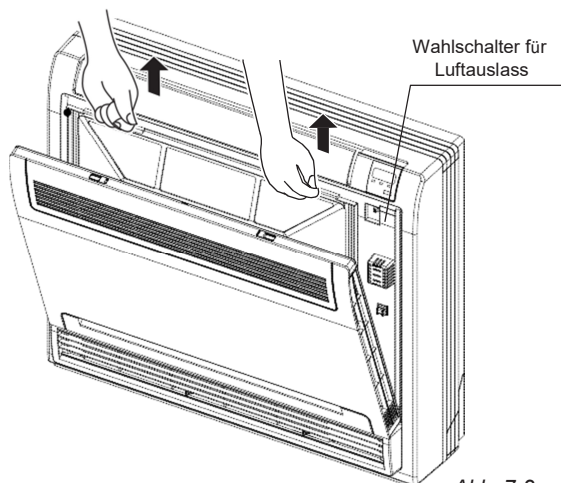

Abb. 7-2
- Nehmen Sie die Einstellung der Luftstromrichtung passend vor. (Sehen Sie bezüglich der Position in Abb. 7-2 nach)
Drücken Sie die Krallen rechts und links am Luftfilter leicht runter und ziehen dann nach oben. (Siehe Abb. 7-2)